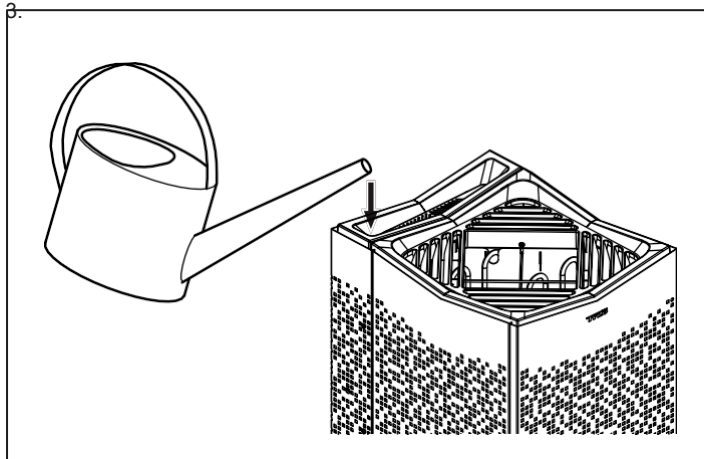

Figura 3: Riempimento del serbatoio dell'acqua.
2. Avviare la funzione vapore (vedere la sezione Utilizzo, figura 3) e lasciarla in funzione fino a quando l'acqua bolle.